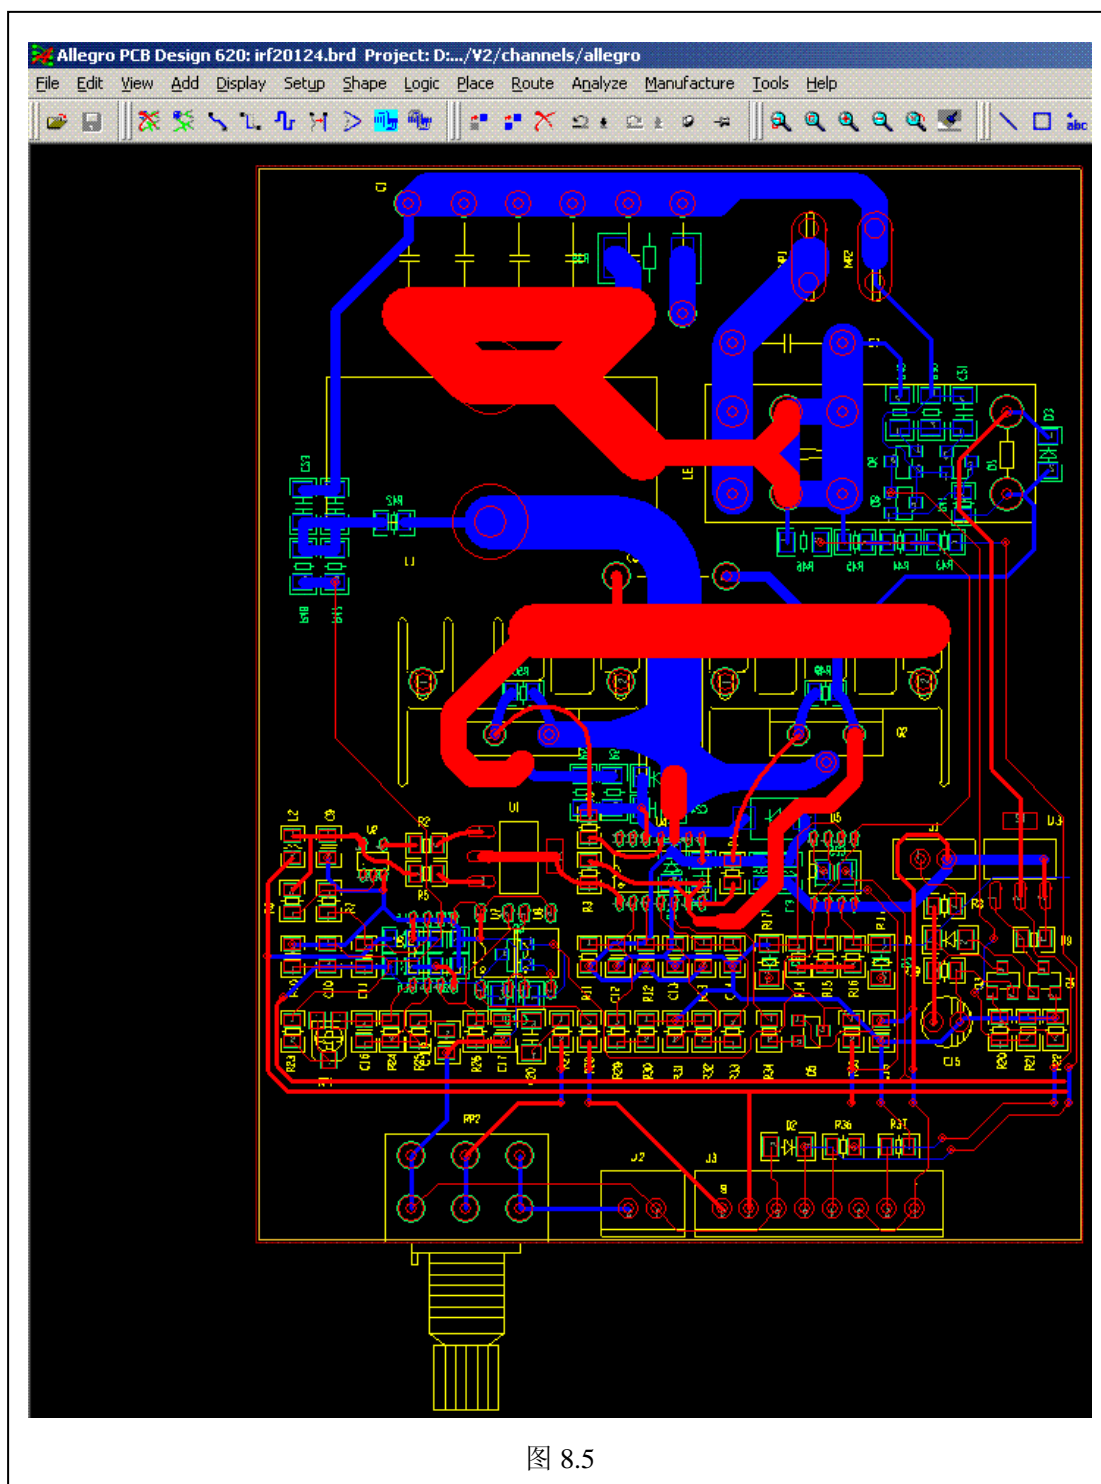

图 8.5
- 5) 用该 CH 层次图的 netlist 排个 PCB 图 (可能这步骤以前也做完了)：排好的板可能会像图 8.5